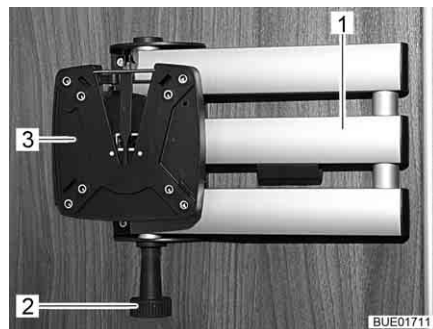

Bild 61 Fäste med ledad arm
- Dra i låsknappen (Bild 61,2). Den ledade armen (Bild 61,1) är upplåst.
- Vrid tillbaka den platta bildskärmen till utgångsläget, tills fästet (Bild 61,3) hakar hörbart fast i låset.